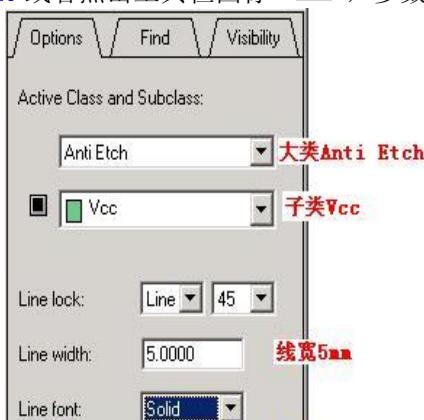

图 3.20 划分 VCC 区线的参数设置窗口
7. 选择命令 Add=>Line 或者点击工具栏图标 “”，参数参照下图 3.20 进行设置